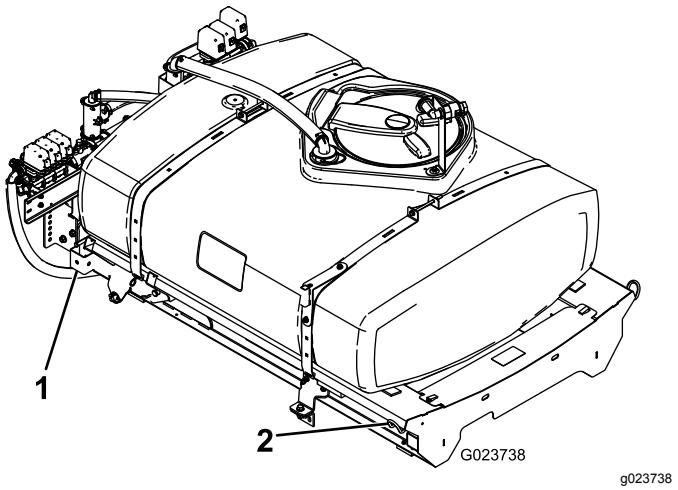

Figura 8
1. Usando un mezzo di sollevamento, alzate il gruppo del telaio di supporto del serbatoio (Figura 8) e posizionatevi sopra il telaio del veicolo con la pompa e i gruppi valvola rivolti verso la parte posteriore.